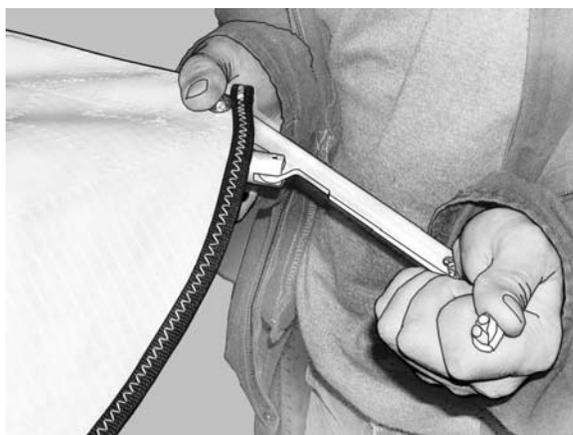

Рисунок 14
11. Закройте рычаг взвода хлыста, обеспечив, таким образом, полетное натяжение обшивки. Для этого, придерживая концевую часть боковой трубы в районе хлыста одной рукой, нажмите на рычаг другой рукой и вращайте его по направлению к килевой трубе, а затем – по направлению к боковой трубе, пока он не закроется. (Рис. 14). Старайтесь, чтобы при закрытии рычага взвода хлыста он находился параллельно земле.